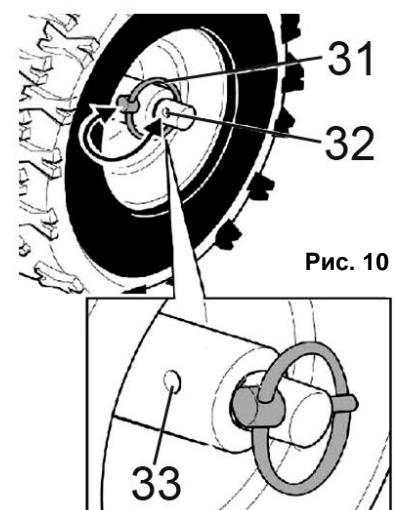

Рис. 10
- Для этого переставьте стопорный палец с кольцом (31), который жестко крепит колесо на оси сквозь отверстие (33), в свободное положение (32)(См. Рис.10).
- Для этого совместите отверстие в ступице колеса (33) с отверстием оси привода и ввинтите стопорный палец (31) в отверстие (32)(См. Рис.10).